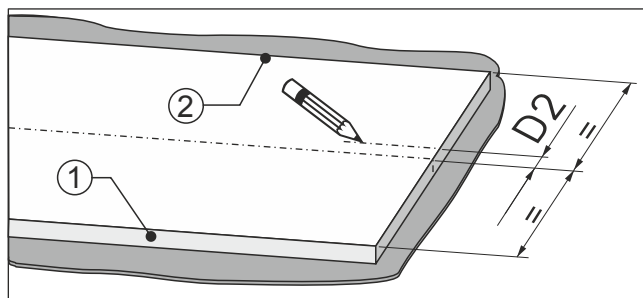

Fig. 91
- Mät från mitten av möbelfronten ett mått Fig. 91 (D2) i riktning mot dörranslags-sida Fig. 91 (2).